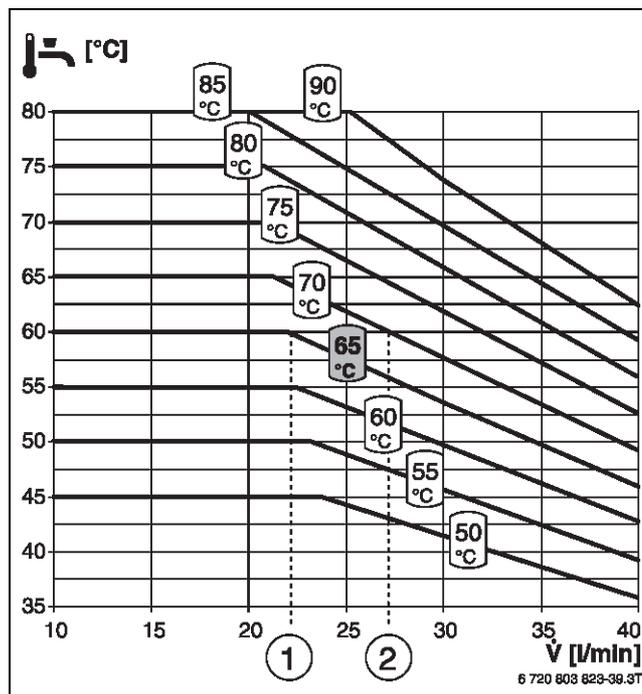

Bild 225 Temperaturverhalten Frischwasserstation FF 27
**Beispiel 1** (→ Bild 225 [1]): Um eine Warmwassertemperatur von 60 °C zu erreichen, ist bei einer Entnahme von 22 l/min eine Temperatur von 65 °C im Bereitschaftsteil ausreichend.
**Beispiel 2** Ein (→ Bild 225 [2]): Um eine Warmwassertemperatur von 60 °C zu erreichen, ist bei einer Entnahme von 27 l/min eine Temperatur von 70 °C im Bereitschaftsteil ausreichend.